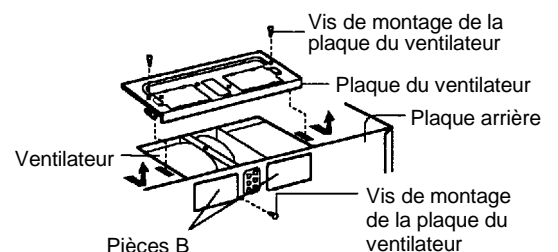

Figure 13
1. Enlever une vis du ventilateur et une ou deux vis de la plaque du ventilateur. Enlever la plaque du ventilateur de l'armoire. Voir la figure 13.